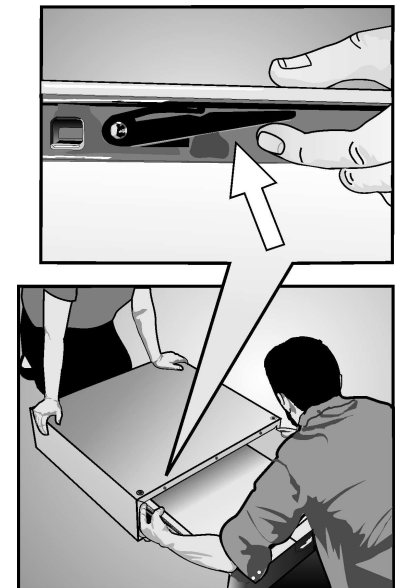

Figure 8
**Levez** le levier de dégagement du tiroir du **côté gauche** et **abaissez** le levier de dégagement **droit** tout en enlevant le tiroir (voir la **Figure 8**).